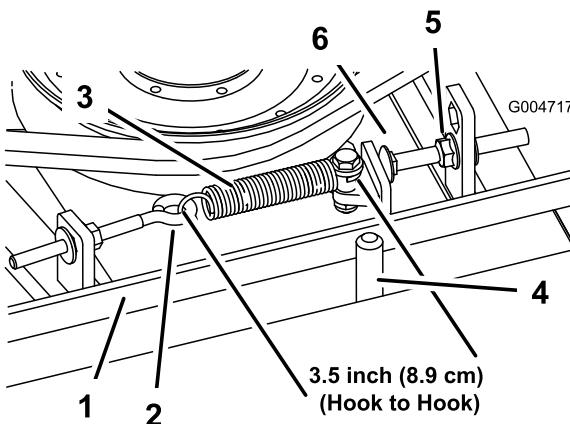

Figura 66
aproximadamente (medida interior). Una vez que haya obtenido la tensión correcta del muelle, ajuste el perno de tope (perno de cuello cuadrado) hasta que quede aproximadamente $0,32\text{ cm} \pm 0,152\text{ cm}$ de holgura entre la cabeza del perno y el brazo tensor (**Figura 66**).
Nota: Asegúrese de que la correa está colocada en el lado del muelle de la guía de la correa (**Figura 66**).
2. Afloje el perno de ojal para poder retirar el muelle de extensión (Figura 66).
3. Afloje la tuerca con arandela prensada que fija el perno de tope a la placa de montaje. Desenrosque la tuerca lo suficiente para permitir que el brazo tensor pase por el perno de tope (Figura 66). Aleje la polea tensora de la correa para aliviar la tensión de la correa.
Nota: Asegúrese de que la correa está colocada en el lado del muelle de la guía de la correa (Figura 66).
- Vuelva a conectar el muelle de extensión (Figura 66) al perno de ojal y tense la correa de la siguiente manera: